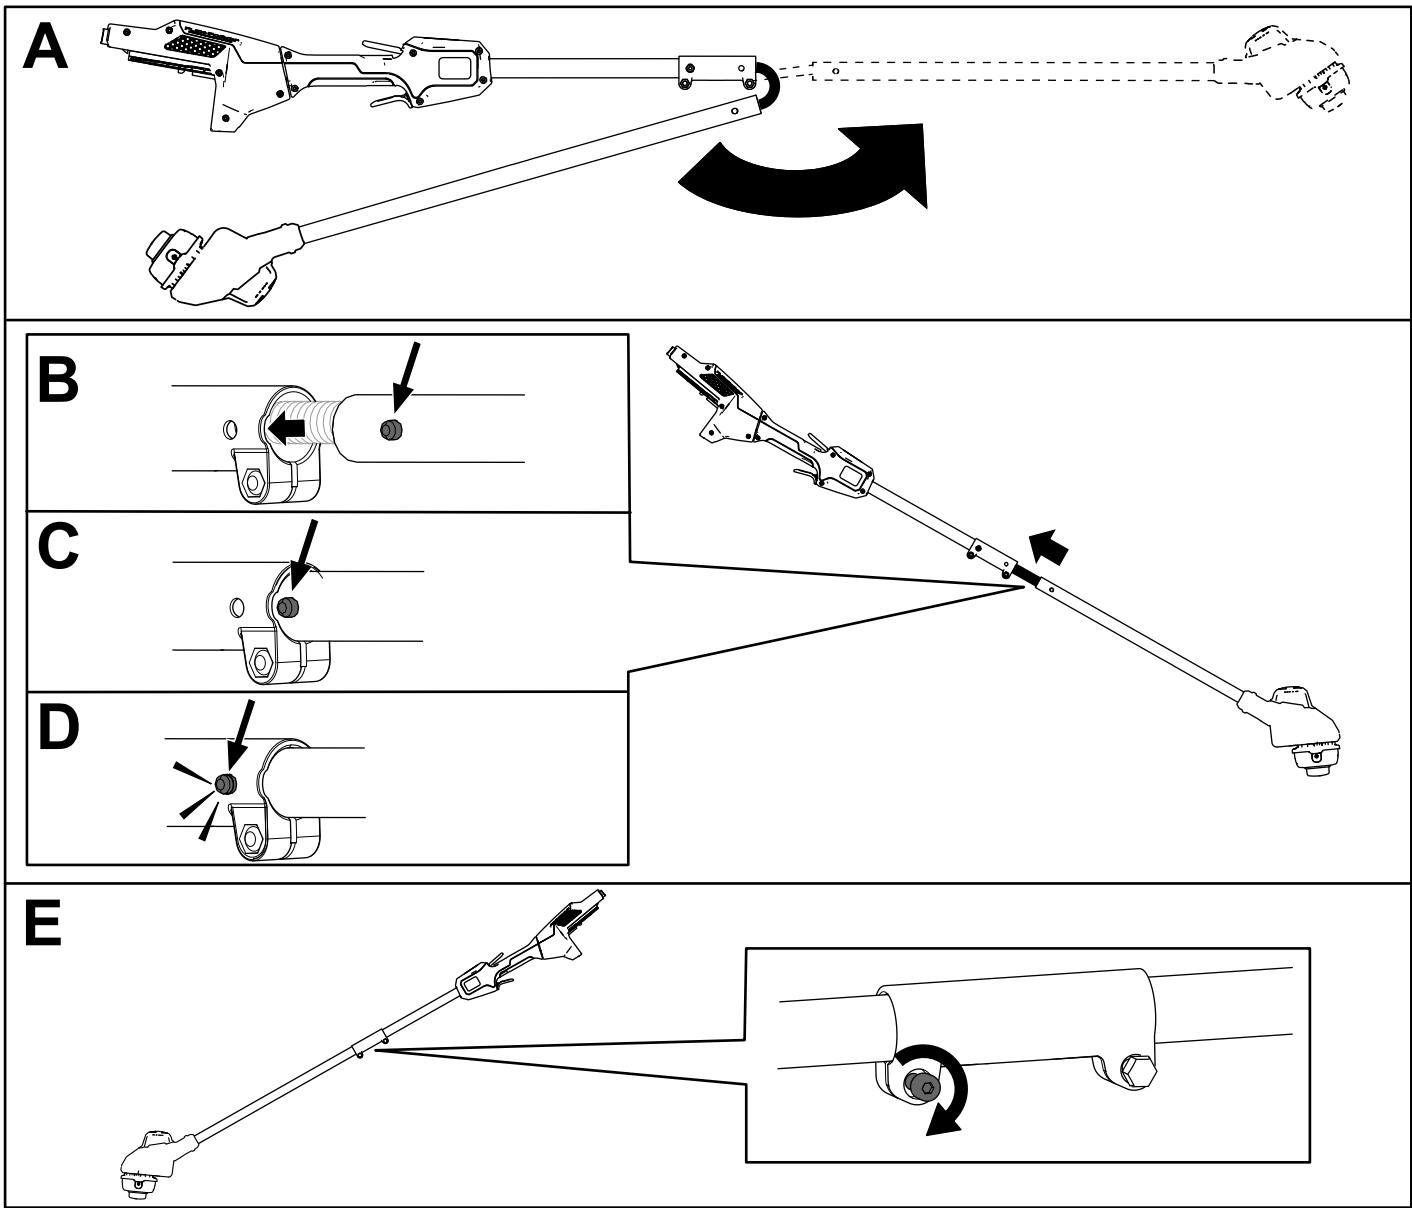

Figura 3
1. Despliegue la empuñadura (Figura 3, A).
2. Alinee el botón de bloqueo del mango inferior con el orificio ranurado del mango superior y junte los dos mangos (Figura 3, B y C).
- Nota:** El botón de bloqueo encaja en el orificio ranurado al juntarse los mangos (Figura 3, D).
3. Usando la llave Allen suministrada, apriete el tornillo del conector del mango hasta que quede firme (Figura 3, E).